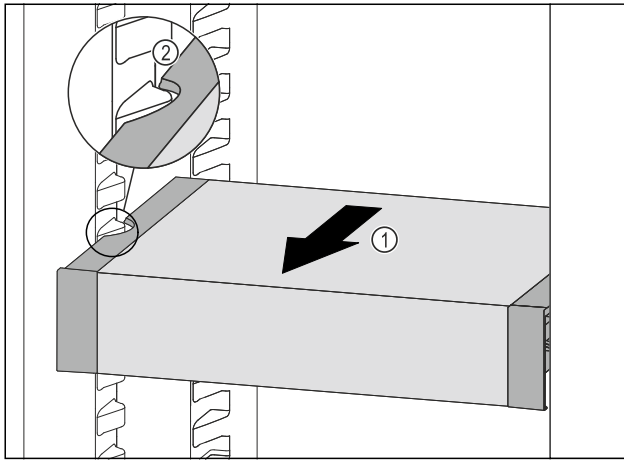

Fig. 91
- VarioSafe nach vorne ziehen Fig. 91 (1), bis sich die seitlichen Aussparungen des VarioSafes auf Höhe der Behälterterrippe im Kühlteil befinden. Fig. 91 (2)